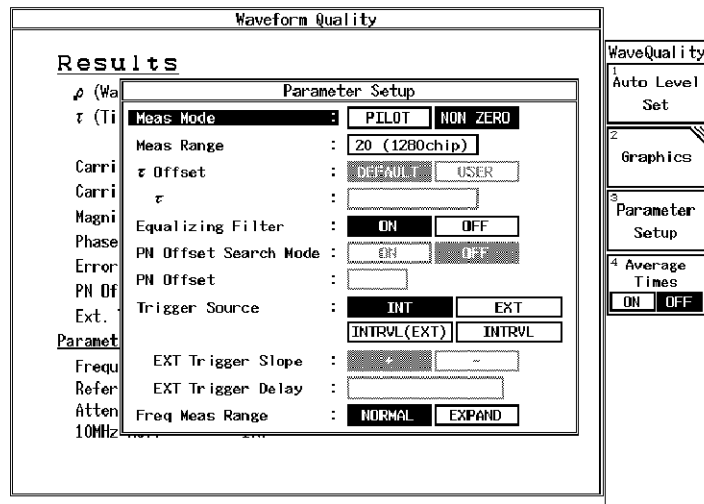

図 6-9 測定パラメータ表示 (Forward Link)
2. R3267 シリーズを CF:30.3072MHz、RF 入力、Forward Link に設定し、パラメータを図 6-9 のように設定し、**DC CAL**、**AUTO LEVEL** を実行します。